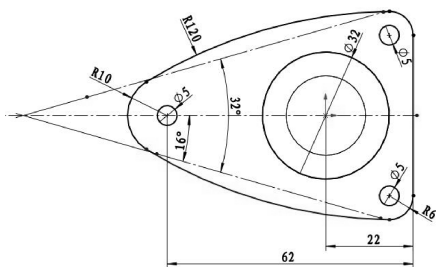

图 3-104 绘制草图
- 单击【拉伸凸台/基体】按钮 ，选择基准面 1 作为草图平面，进入草绘环境中，绘制如图 3-104 所示的草图曲线。